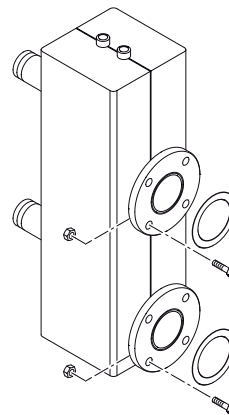

Fig. 7
1.9 HYDRAULISCHE COMPENSATOR cod. 8101550 (afzonderlijk aan te vragen) (fig. 7)